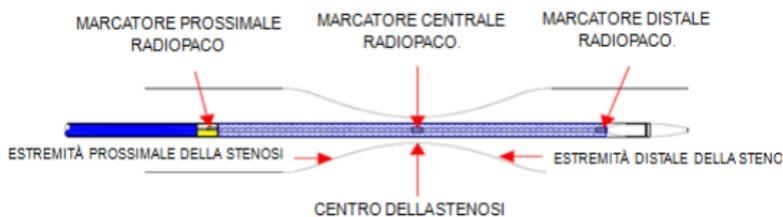

Figura 4
- Quando il marker radiopaco centrale raggiunge il centro della stenosi target ritirare il raccordo a Y fino al completo dispiegamento dello stent. (Vedi Figura 4 e 5)
- Quando il marker radiopaco centrale raggiunge il centro della stenosi target ritirare il raccordo a Y fino al completo dispiegamento dello stent. (Vedi Figura 4 e 6)